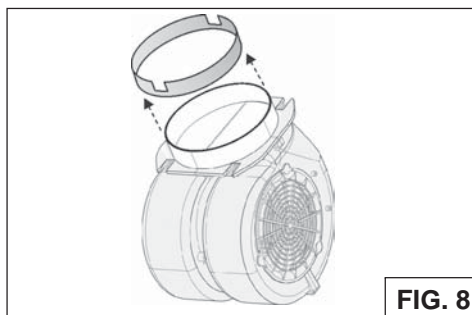

FIG. 8
1. Retirez la bride métallique de 6" (15cm) fourni sur la sortie d'air de la hotte (la bride peut déjà être pré-installé) (Fig.8).